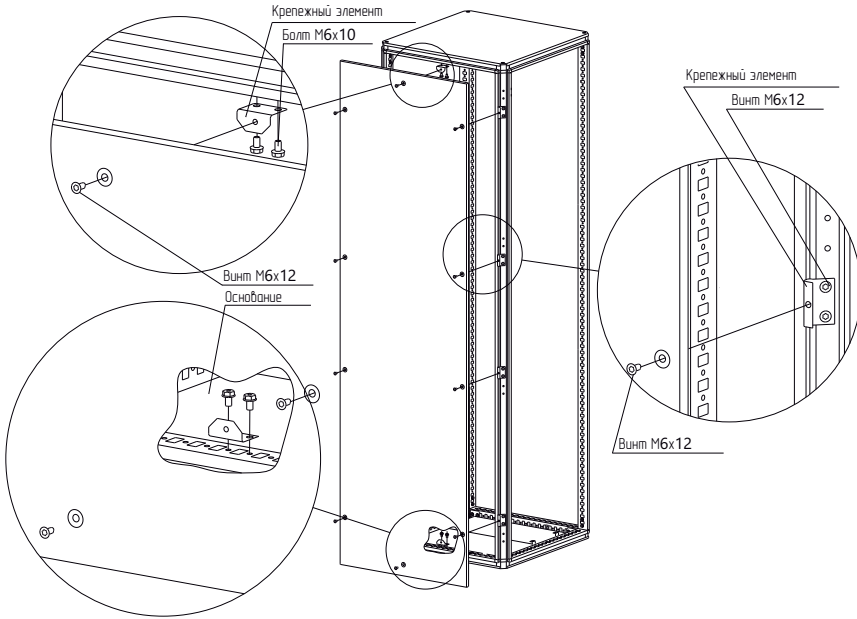

Рисунок 1
4.1.2 Закрепить восемь крепежных элементов на стойках каркаса (рисунок 1). Для крепления использовать винты самонарезающие М6×12. Момент затяжки – 7 Н·м.